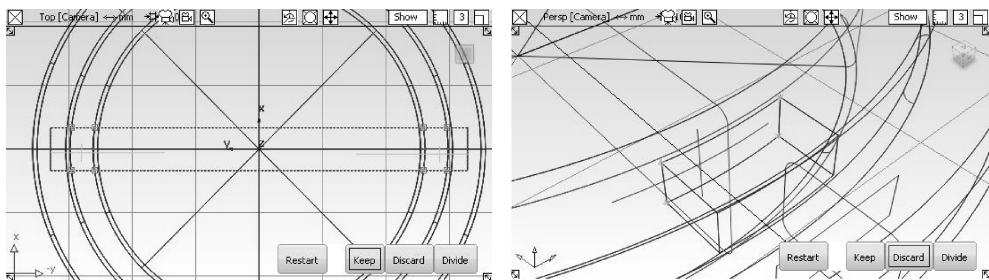

图 5-71 剪切曲面
- 16 选择【Trim】工具, 依次剪切各个曲面，保留两个圆柱体连接的部分，剪去两个圆柱体侧面与长方体相交的部分，如图 5-71 所示。